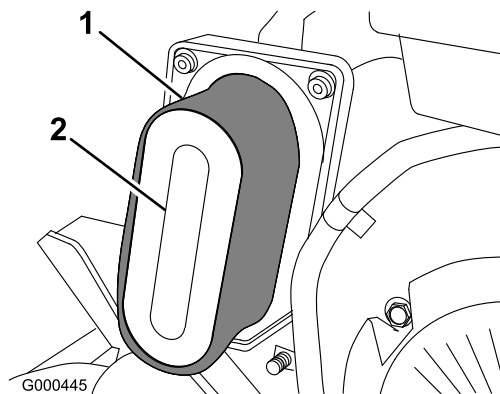

Figura 25
3. Se o elemento de esponja se encontrar sujo, deverá retirá-lo do elemento de papel (Figura 25). Limpe bem a esponja.